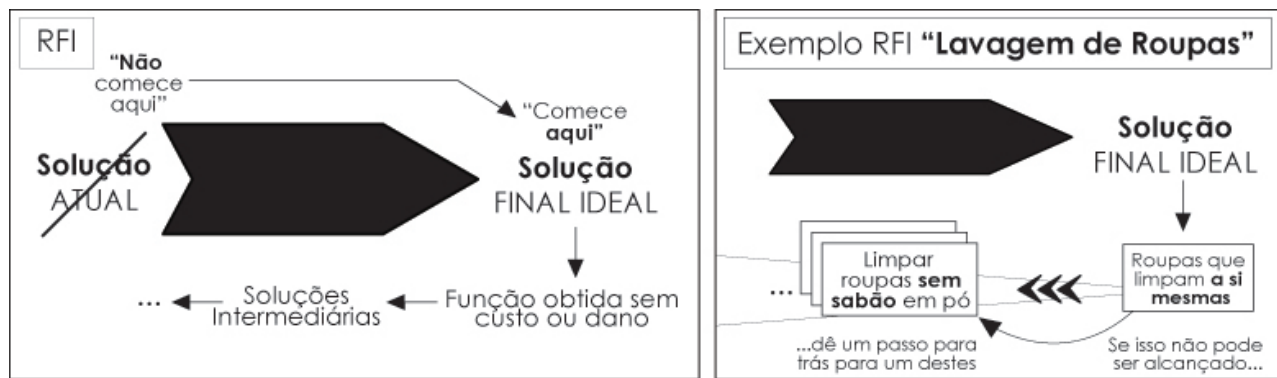
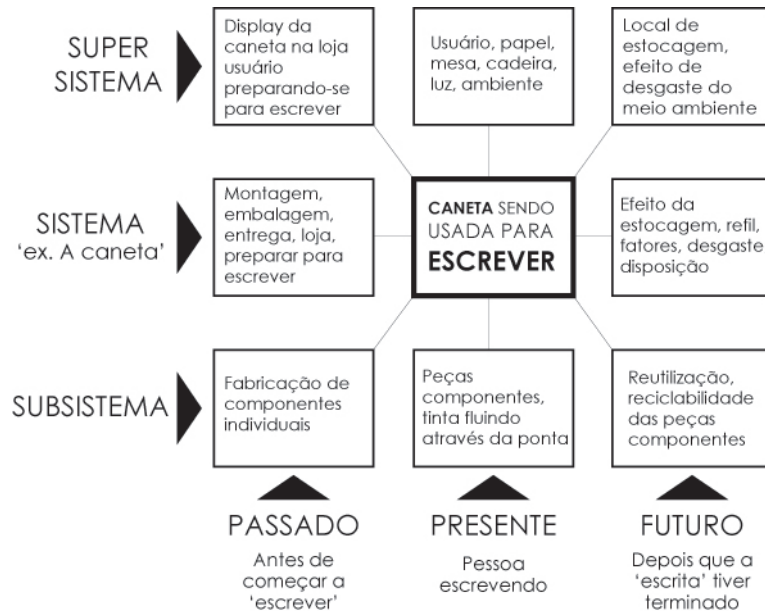
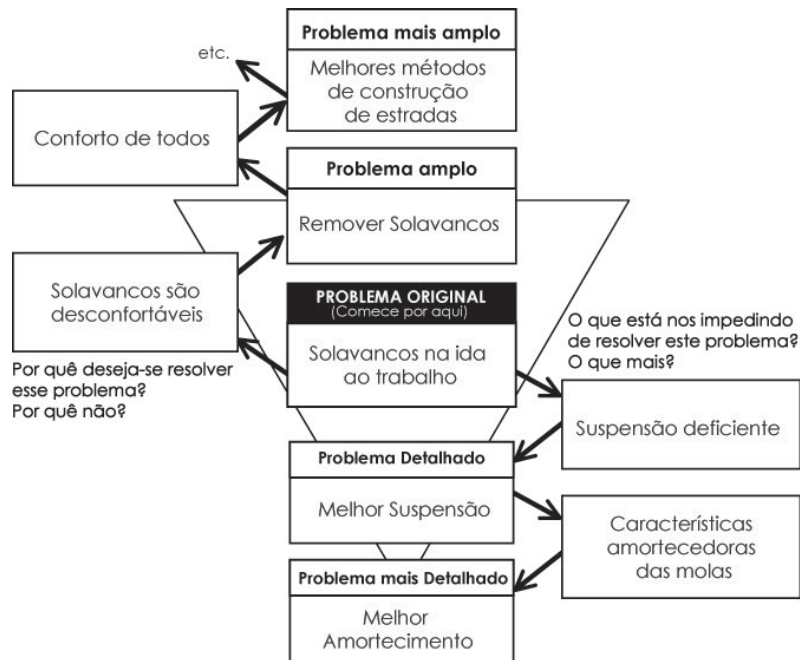

Figura 1: Resultados Final Ideal (RFI) estratégia e exemplo [7]
Figura 2: Operador de Sistema com exemplo [7].
Figura 3: Formulário da Ferramenta "Explorador de Problemas" com exemplos de aplicação [7][10].
Passo 1: Definir o problema. Utilizar ferramentas como, “Operador de Janelas” (Figura 2) “Explorador Hierárquico do Problema”(Figura 3), ou ainda o “Resultado Final Ideal” (Figura 1). O projetista deve ter a definição clara do problema que deseja solucionar:
Se necessário vá até o “Operador de Sistema” ou “Explorador da Hierarquia do Problema” (Figura 2 e 3)
Se necessário vá até o “Ferramenta Resultado Final Ideal” (Figura 1)